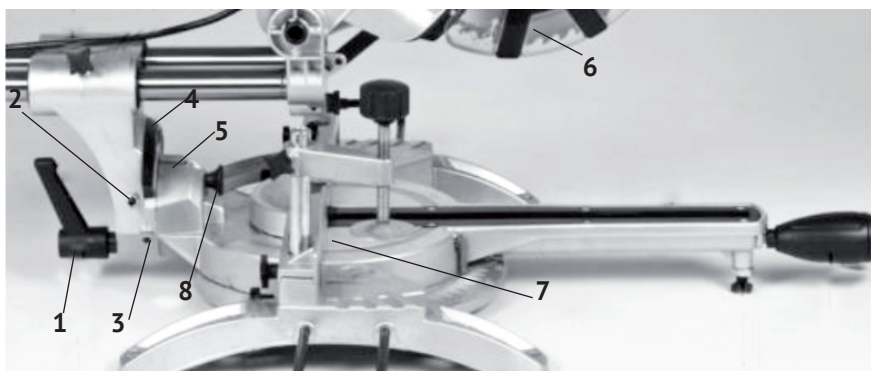

рис.3.1
- режущий блок имеет возможность установки заданного угла наклона относительно вертикальной оси, как влево в положении от 0 до 45°, так и вправо от 0 до 45°. Для поворота вправо необходимо освободить (вытянуть на себя) кнопку стопора (рис.3.1 поз.8);
- для установки угла наклона необходимо: ослабить рукоятку-фиксатор (рис.3.1 поз.1), установить необходимый угол распила по шкале (рис.3.1 поз.4), поворачивая режущий блок (вправо/влево), и надёжно зафиксировать рукоятку-фиксатор.
- установить рабочий стол (рис.3.1 поз.7) в нулевое положение;
- ослабить контргайку винта (рис.3.1 поз.2);
- установить транспортир (электронный угломер), измеряющий угол между плоскостью рабочего стола (рис.3.1 поз.7) и пильного диска (рис.3.1 поз.6);
- шестигранным ключом из комплекта поворачивать винт (рис.3.1 поз.2) до точной установки угла 90° между диском и рабочим столом;
После установки точного положения угла, проверить положение стрелки-указателя (рис.3.1 поз.5) на шкале (рис.3.1 поз.4). При несовпадении с нулевым положением, ослабив винт крепления стрелки, откорректировать её положение и зафиксировать винтом.
- ослабить контргайку винта (рис.3.1 поз.3);
- шестигранным ключом из комплекта поворачивать винт (рис.3.1 поз.3) до
Аналогично провести (вытянув кнопку рис.3.1 поз.8) точную установку угла 45° поворота режущего блока к плоскости рабочего стола вправо (винт регулировки на противоположной стороне суппорта).